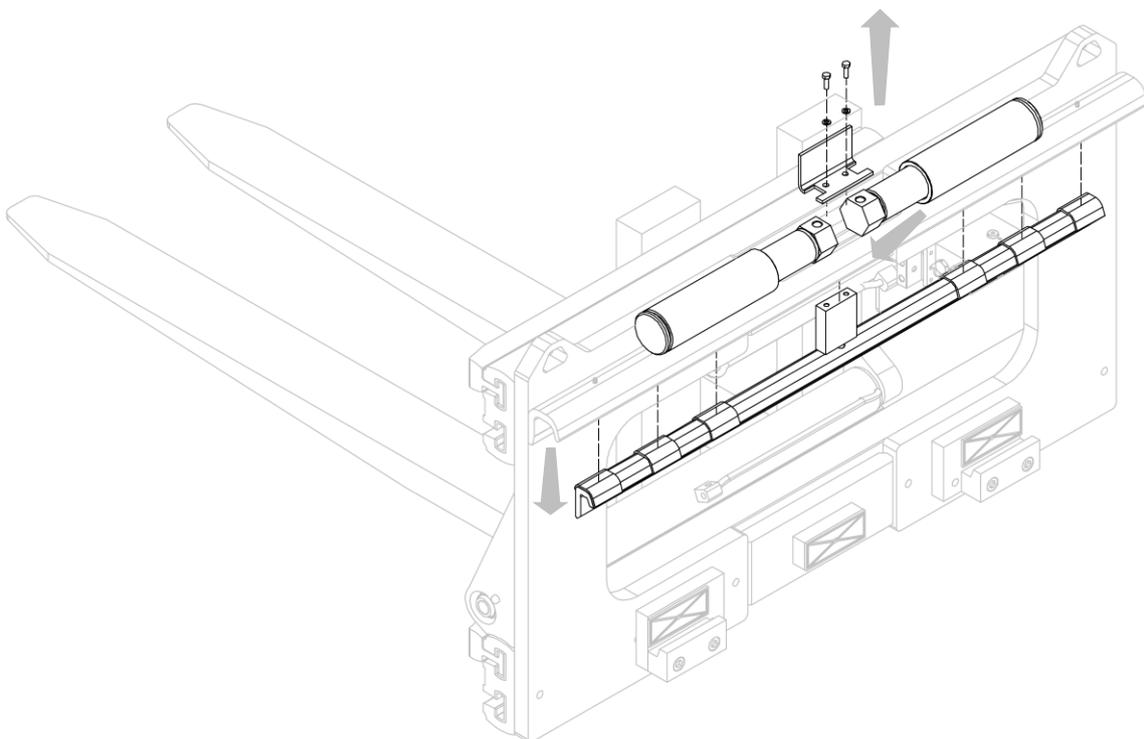
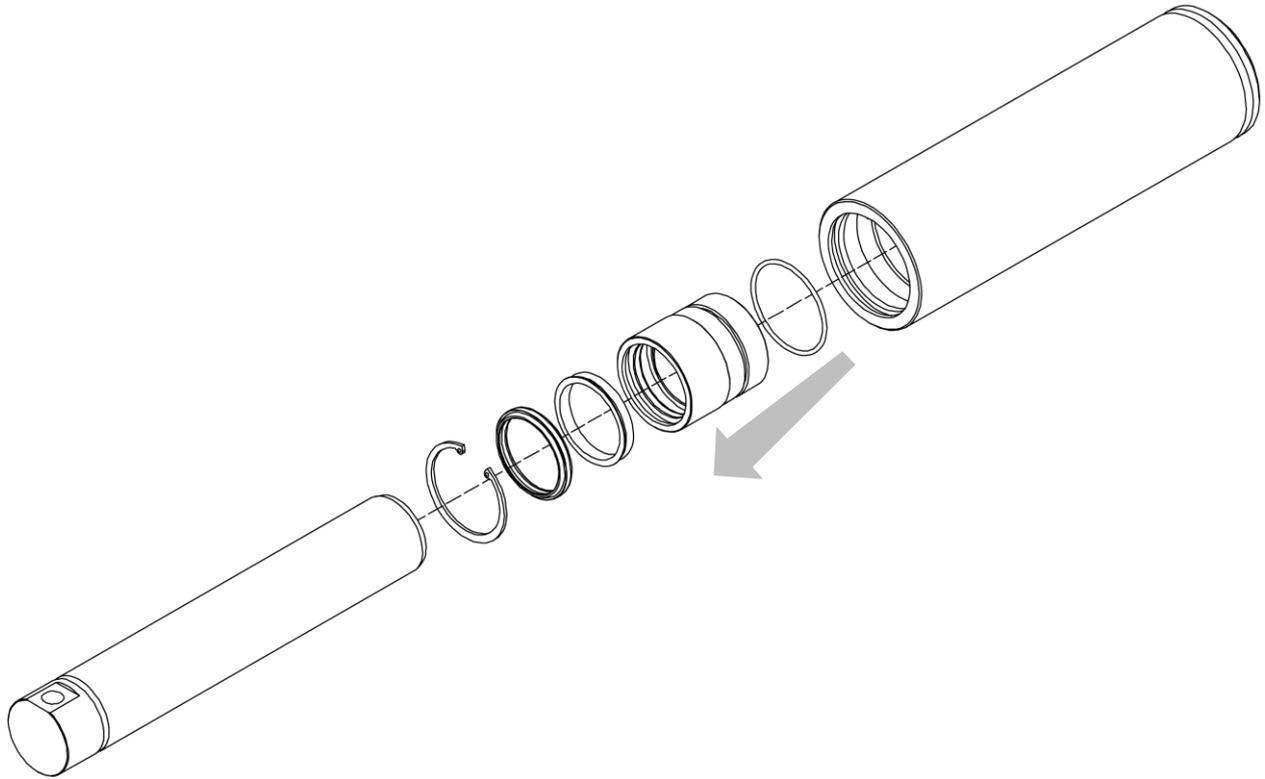

Abbildung 31
Abbildung 32
7. Beziehen Sie sich auf *Abbildung 31* und *Abbildung 32*.